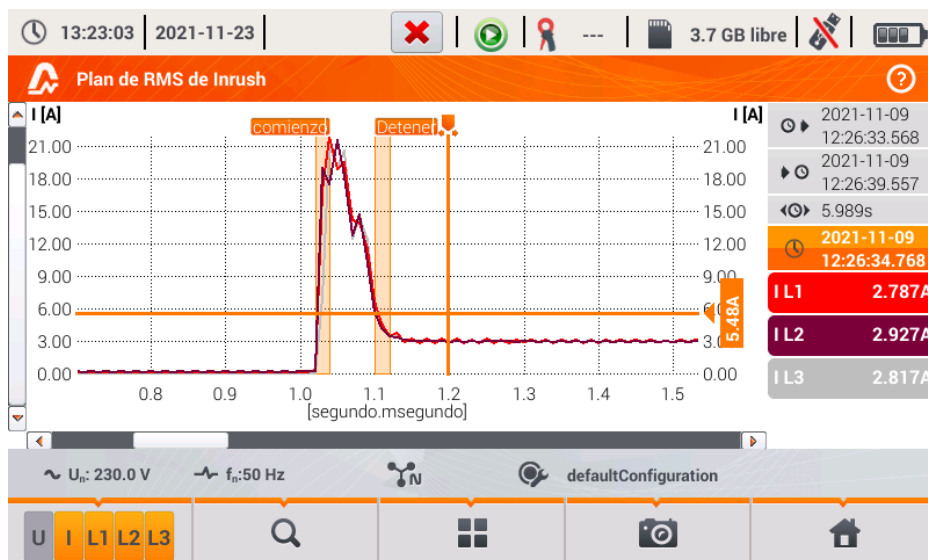

Fig. 43. Análisis de la corriente de arranque - gráficos de los valores eficaces de medio período.
- gráfico de los valores eficaces de medio período (Fig. 43; opción disponible en la vista tabular y de formas de onda). Al seleccionar esta opción se muestra el gráfico de $RMS_{1/2}$ de las corrientes medidas.